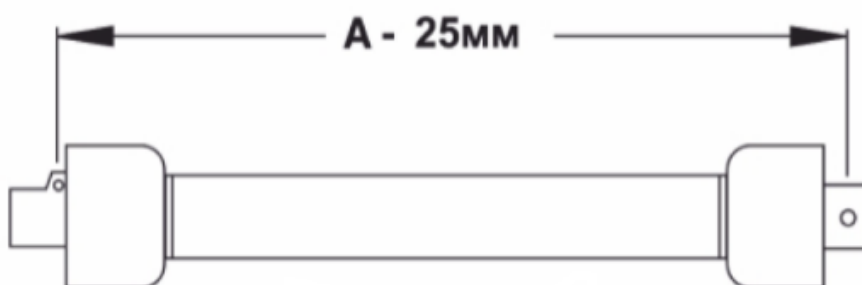

Рис. 5. Укороченный вал.
3.6 Контроль после укорачивания (по Рис. 5)